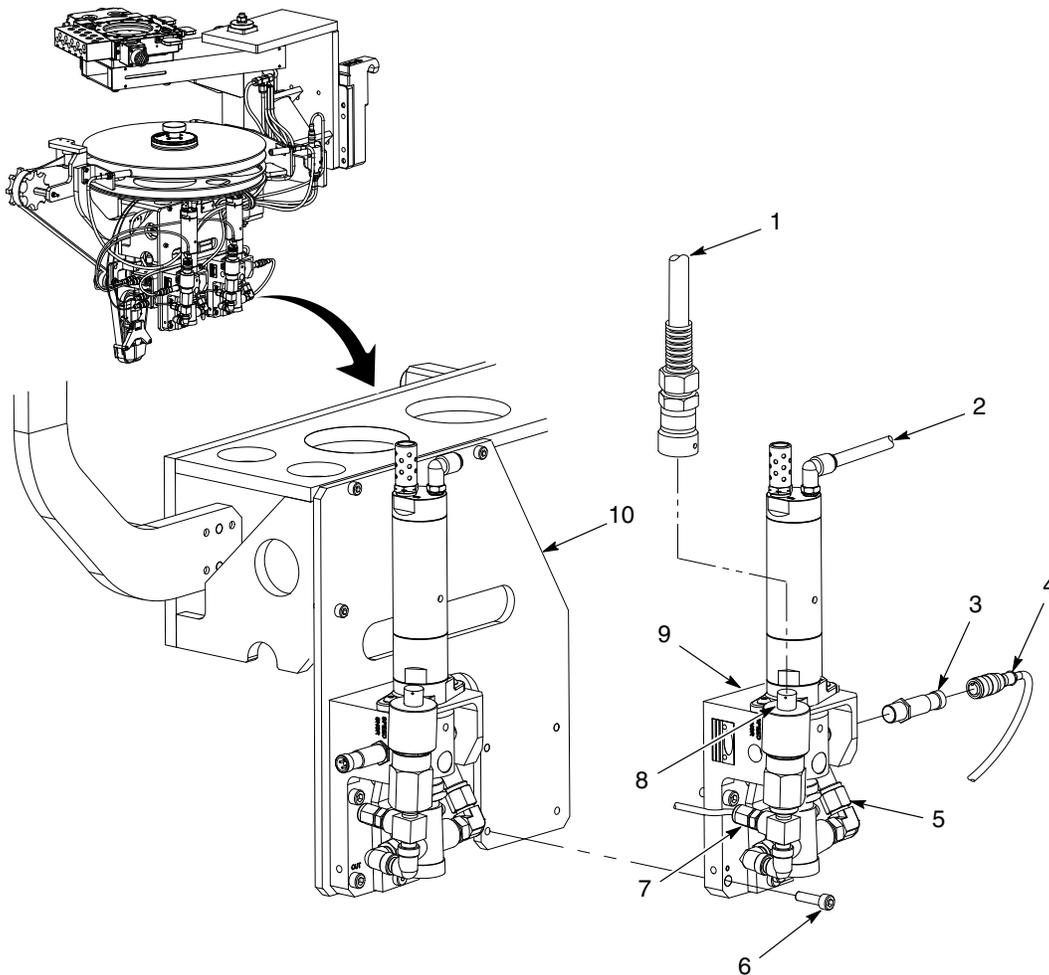
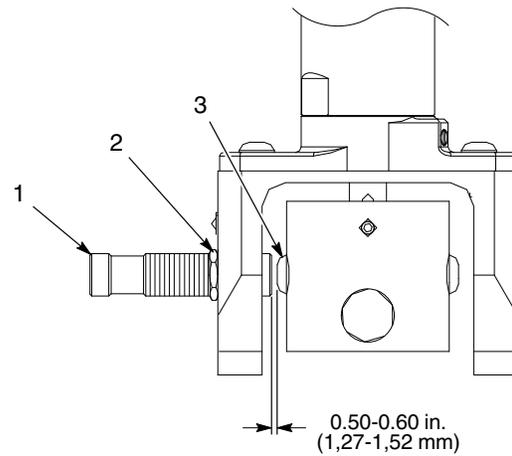

Figura 3 Sostituzione della pompa (tipica)
Figura 4 Distanza del sensore di prossimità
2. Vedi figura 3. Scollegare la linea di alimentazione aria (2) dalla pompa (9).
3. Scollegare il connettore (1) dal trasduttore di pressione (8).
4. Scollegare il connettore (4) dal sensore di velocità (3). Rimuovere il sensore di velocità dalla pompa (9).
5. Posizionare un contenitore per scarti adatto sotto la pompa (9).
6. Scollegare il raccordo del tubo dei blocchi di sfregamento (7) dalla pompa (9).
7. Togliere il raccordo di alimentazione di fluido detergente (5) dalla pompa (9).
8. Togliere le viti (6) che fissano la pompa (9) alla piastra di montaggio (10).
1. Vedi figura 3. Applicare Loctite 242 sui filetti delle viti (6). Montare la pompa (9) sulla piastra di montaggio (10) usando le viti. Serrare le viti a 36 in.-lb (4 N•m).
2. Montare il raccordo di alimentazione di fluido detergente (5) sulla pompa (9).
3. Vedi figura 4. Installare il sensore di velocità (1) sulla pompa. Assicurarsi che la distanza tra la faccia del sensore di velocità e la vite sul fondo del mandrino del primer (3) sia di 0.050-0.060 in. (1,27-1,52 mm). Stringere saldamente il dado di bloccaggio (2).
4. Vedi figura 3. Montare il connettore (4) sul sensore di velocità (3).
5. Collegare il raccordo del tubo dei blocchi di sfregamento (7) sulla pompa (9).
6. Collegare il connettore (1) al trasduttore di pressione (8).
7. Collegare il condotto di alimentazione aria (2) alla pompa (9).